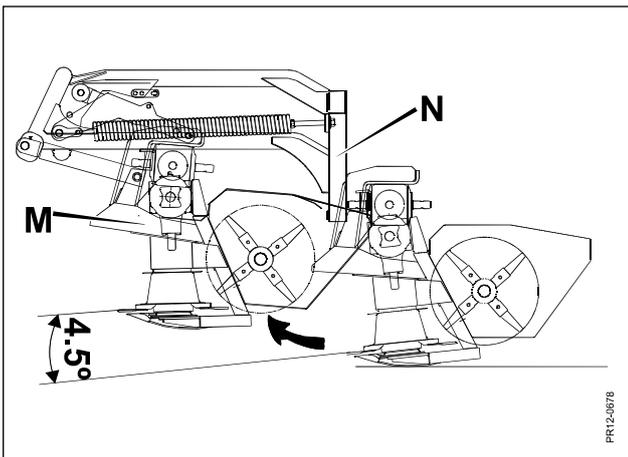

Fig. 3-13
**Fig. 3-13** Wenn das Gelände vor der Maschine umgekehrt nach oben geht, bewegt sich die Schneideinheit **M** nach oben auf den Toprahmen **N** zu, bis der Plaststopp gegen den Toprahmen geht. Bei dieser Bewegung dreht sich der Messerbalken nach hinten (max. 4,5 Grad), wodurch eine angemessene Stoppelhöhe aufrechterhalten wird, und das Risiko, daß die Messer mit dem Boden kollidieren, wird minimiert.